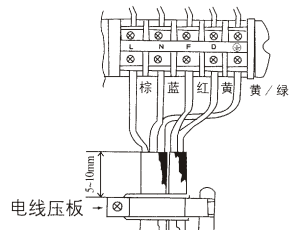

图 25
- 把连接电缆线按图25中选定的形式正确牢固地连接。（紧固力矩8~15kg.cm）